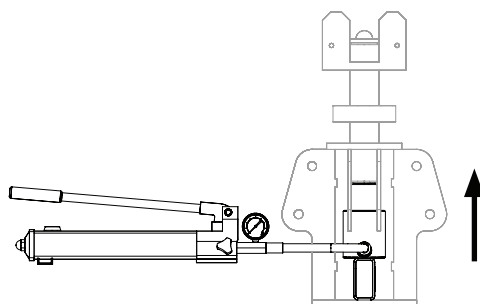

Fig. C2.03b
4. Pompate il cilindro idraulico (50.1) all'altezza desiderata (min. 50 mm). (Fig. C2.03b)